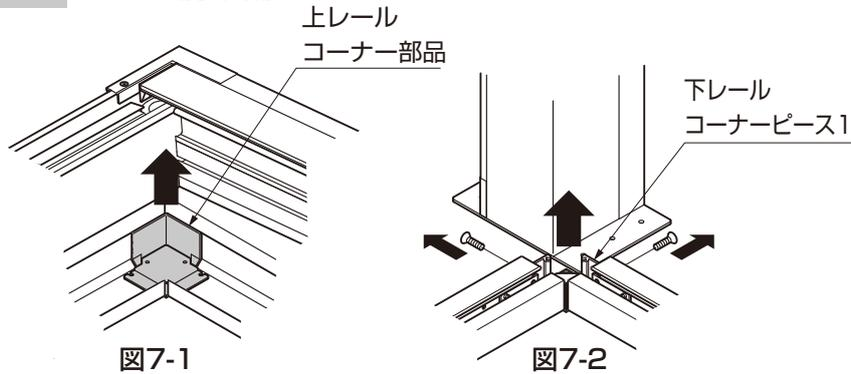

図7-1
①上下のコーナー部品をいったん取外してください。(図7-1、図7-2参照)